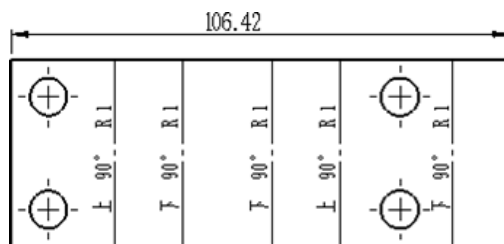

图 8.5.9 标注尺寸
(4) 单击“尺寸”对话框中的“完成”按钮 ，完成尺寸标注，如图 8.5.9 所示。